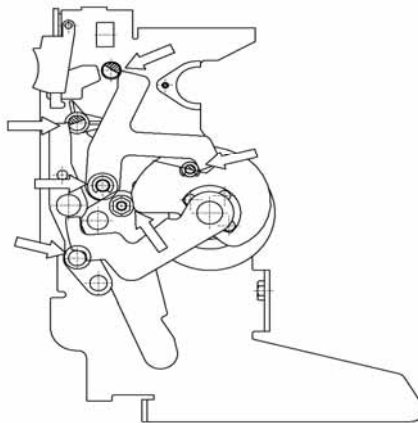

图 34
- 给所有的小轴，分合闸钩块加 5 RX MOLY（OLEOTECNICA）或类似的润滑油（图 34）